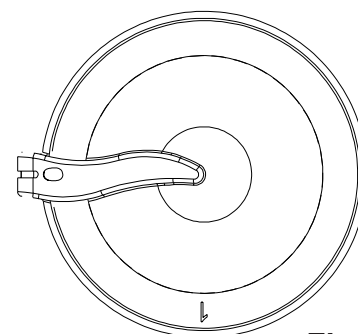

Fig. 1
- Accendere l'interruttore di linea e ruotare la manopola (Fig. 1) nella pos. 1 per dare tensione (230 V) alla brasiera; la lampada spia verde si accenderà.